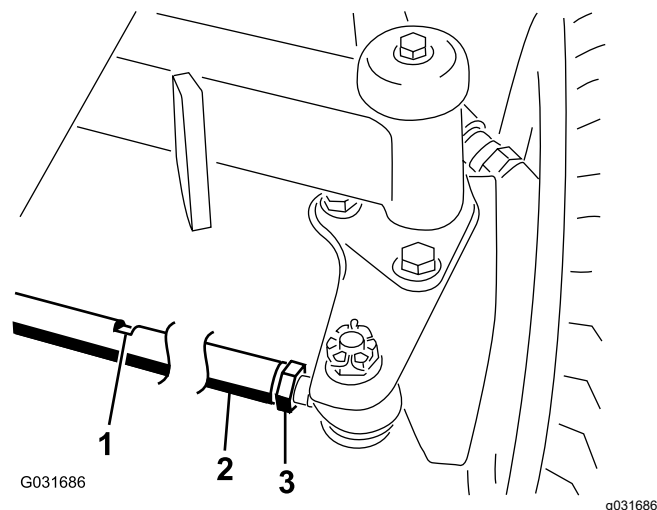

図 84
2. 各タイロッド **図 84** の端についているジャムナットをゆるめる。